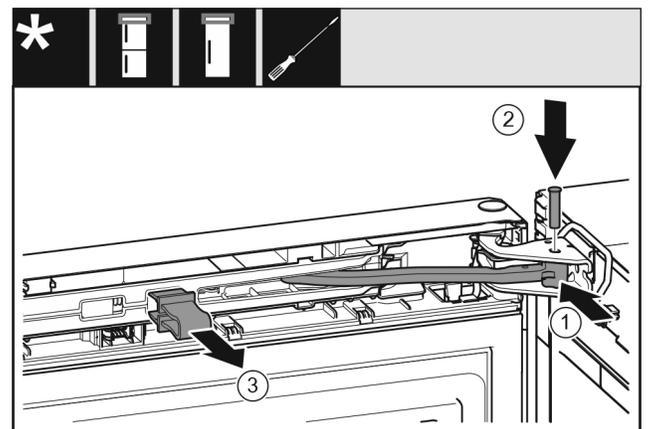

Fig. 24
- Tourner l'articulation dans le support de palier. Fig. 24 (1)
- Introduire le boulon dans le support de palier et l'articulation. Veiller à ce que l'ergot d'encliquetage repose correctement dans la rainure. Fig. 24 (2)
- Enlever l'arrêtoir. Fig. 24 (3)